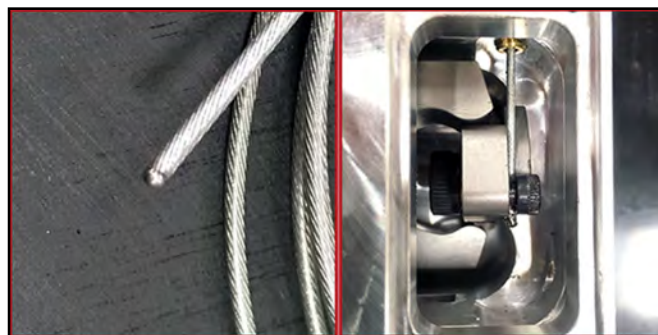

FIGURE 5-11. EXTRÉMITÉ DE CÂBLE SOUDÉE (GAUCHE) ; EXTRÉMITÉ DE CÂBLE FIXÉE SOUS LA VIS M4 (DROITE)
5. Soudez l'extrémité du câble pour éviter qu'il s'effiloche et se détache (voir Figure 5-11).
6. Faites passer l'extrémité du câble sous la tête de la vis M4 et serrez la vis (voir Figure 5-11).